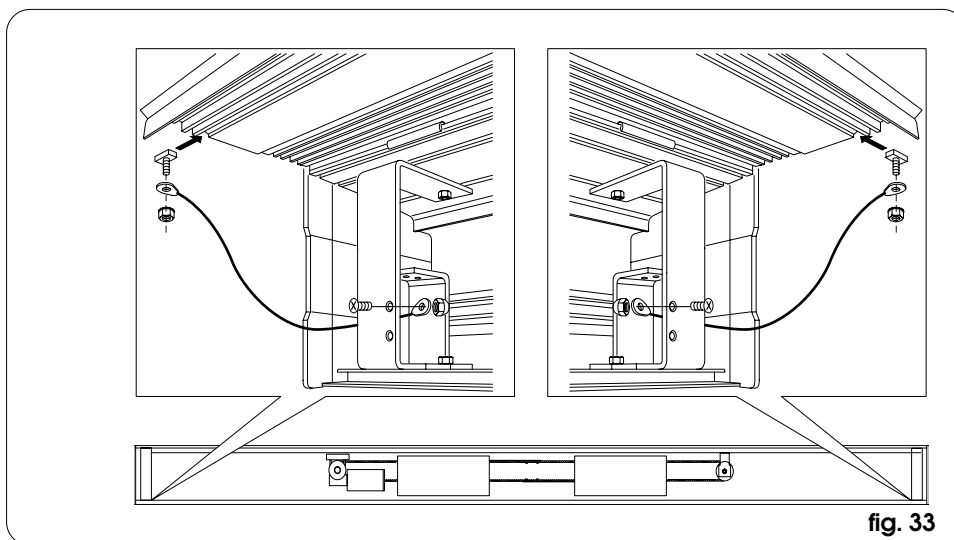

fig. 33
Fije la argolla de los cables paracaídas a las abrazaderas laterales, tal y como se indica en la fig. 33.
- Fije en el interior del cárter, las anillas de los cables paracaídas como indicado en la fig. 33.